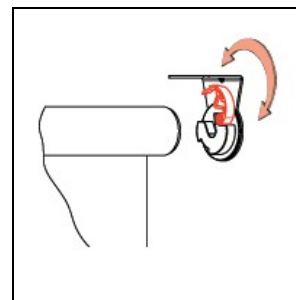

Рис.4
5. Открыть защелку кронштейна, который находится с противоположной стороны от механизма управления (рис.4).